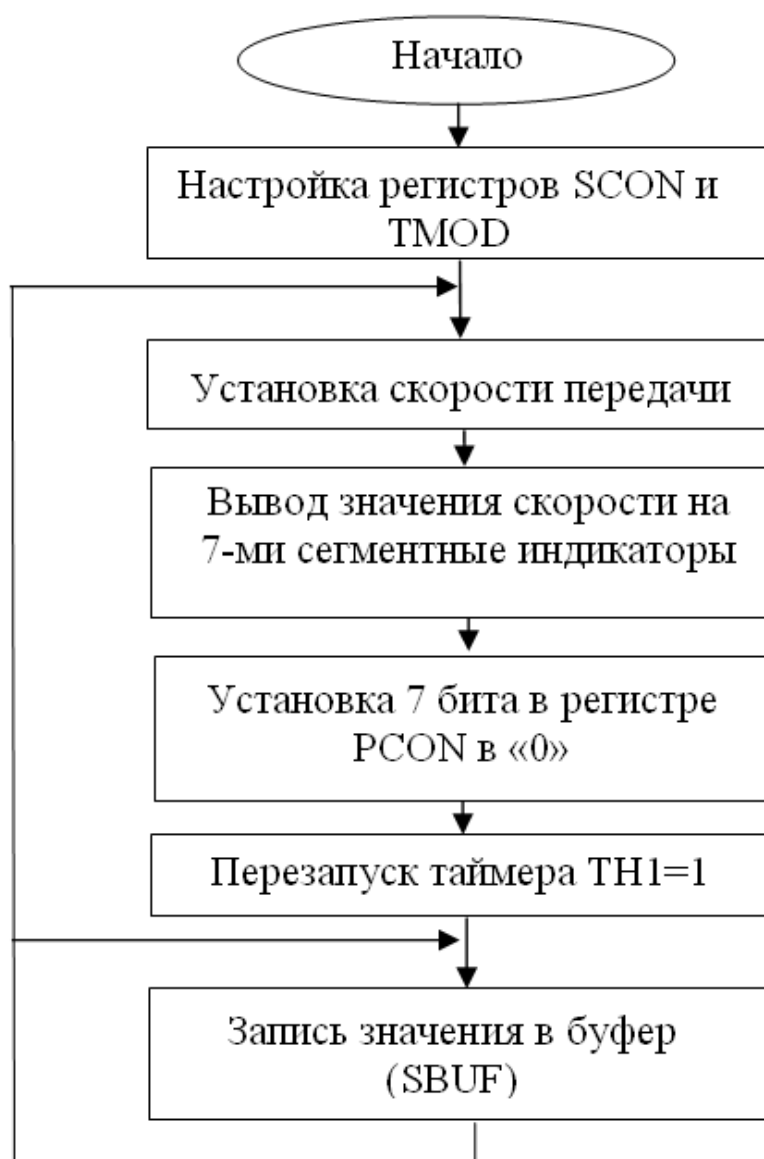

Рис. 3. Алгоритм программы передачи байта
6. Изучите алгоритм программы передачи символа через УАПП и вывода скорости передачи на 7-сегментные индикаторы (рис. 3).